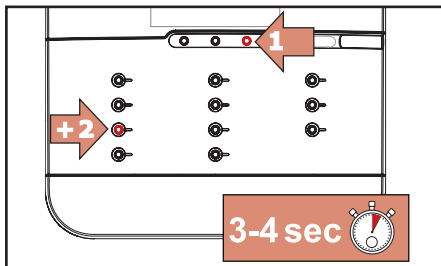

Fig. 5.4 - Sett inn rengjøringsmodus
1. Trykk først på STOPP og deretter og hold dem nedtrykt samtidig i 3-4 sekunder for å komme inn i rengjøringsmodus (fig. 5.4).
1. Trykk først på STOPP og deretter ← og hold dem nedtrykket samtidig i 3-4 sekunder for å komme inn i rengjøringsmodus (fig. 5.4).